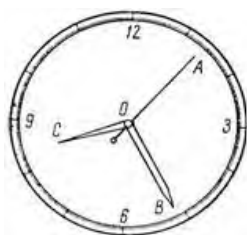

Рисунок 15
2. Определить, с какими скоростями движутся точки А, В и С, расположенные на концах секундной, минутной и часовой стрелок часов. Принять длину секундной и минутной стрелок, равную 14 мм, и длину часовой стрелки – 10 мм (рис. 15).